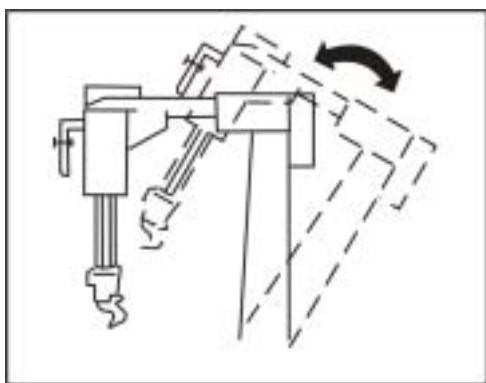

图 41
- 倒臂机构中立柱由机箱内倒臂气缸控制，从而使其后仰（以便从转盘上取下车轮）和回位（工作位置）。此倒臂气缸由脚踏^①控制，脚踏^①被踩下时，立柱后仰，再踩下时立柱回位（如图 41）。如立柱后仰和回位时速度过快或过慢，可以调整节流阀。如过快则旋紧阀口螺钉，如过慢则旋松阀口螺钉。节流阀有两个，一个用于调节倒臂机构后仰速度，另一个用于调节倒臂机构回位速度。